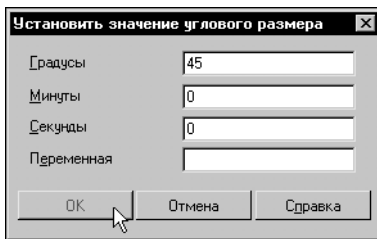

Рис. 61.17. Задание значения размера
11. Дважды щелкните по размерной надписи углового размера и в появившемся диалоге задайте значение угла наклона 45° (рис. 61.17).